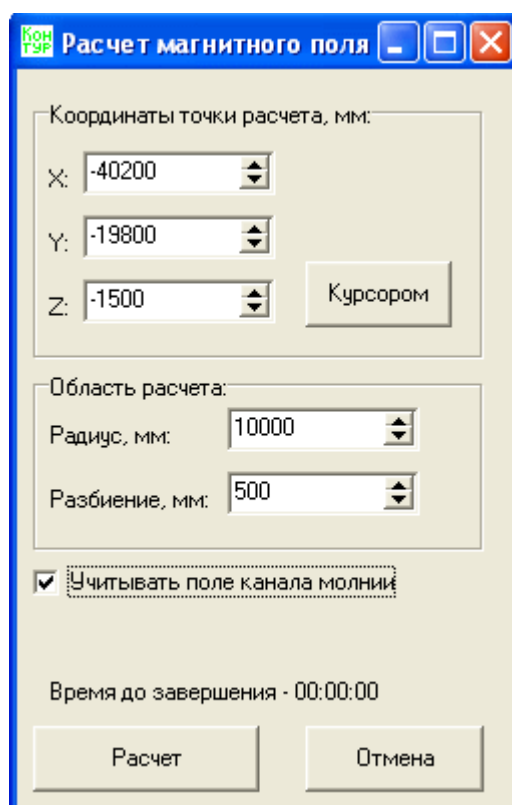

Рис. 3-25. Окно расчета напряженности магнитного поля.
- Расчет напряженности магнитного поля.** Этот пункт меню вызывает диалоговое окно «Расчет магнитного поля» (Рис. 3-25), с помощью которого выполняется расчет кратковременного (при замыкании в высоковольтной сети) или импульсного (при молниевом разряде в элементы системы молниезащиты) магнитного поля, после того как был проведен расчет потенциалов и токов. В диалоговом окне необходимо указать координаты центральной точки расчета и радиус области, для которой будет вычисляться напряженность магнитного поля. Кнопка «Курсором» позволяет ввести координаты точки расчета курсором «мыши». Параметр «Разбиение» влияет на точность расчета напряженности магнитного поля. При расчете импульсных магнитных полей необходимо отметить галочкой пункт «Учитывать поле канала молнии». Примеры расчета напряженности магнитного поля приведены в Разд. 3.3.7 и 3.3.11. Результатом расчета является эпюра распределения напряженности магнитного поля в заданной области пространства.